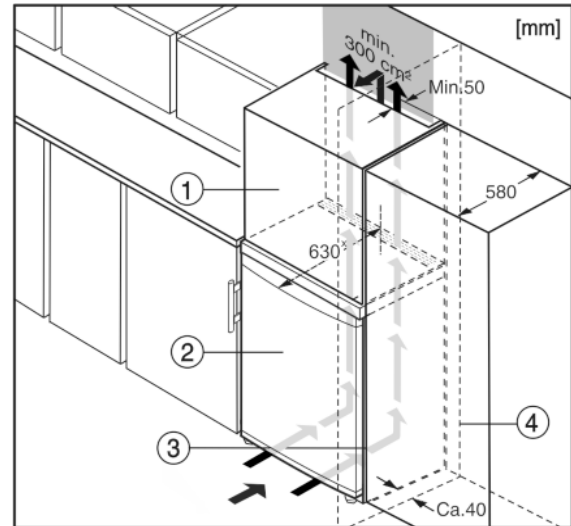

Fig. 6
- (1) Uždedama spintelė
- (2) Prietaisas
- (3) Virtuvės spinta
- (4) Sienas
Prietaisą galima montuoti į virtuvės spintelės. Norint prietaisą Fig. 6 (2) priderinti prie nišos aukščio, virš jo galima įrengti uždedamą spintelę Fig. 6 (1).*
Kai prietaisas montuojamas į standartinės virtuvės spintas (maks. gylis 580 mm), tuomet prietaisą galima statyti tiesiog šalia virtuvės spintos Fig. 6 (3). Prietaisas išsikišęs iš už virtuvės spintos priekinės dalies 34 mm* šonuose ir 50 mm* prietaiso viduryje.*
Jeigu prietaisas su vyriais statomas greta sienos Fig. 6 (4), mažiausias atstumas tarp prietaiso ir sienos turi būti 40 mm. Šis atstumas atitinka rankenų išsikišimą esant atvertoms durims.